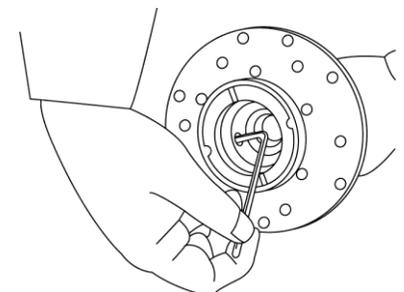

Figure 13
6. Para desensamblar el impulsor y el ensamble de la cápsula magnética, gire los pines de bloqueo 90 grados en sentido antihorario usando un destornillador de pala y luego empujelo hacia el interior del impulsor. [Fig. 12] Si es difícil de empujar hacia afuera, golpee ligeramente el extremo del mango del destornillador. Si no se puede usar el destornillador debido a que la ranura del pin estuviera machucado, gire el pin desde el interior de la cápsula magnética usando una llave hexagonal. [Fig. 13] Cuando lo haga, gire la llave en sentido horario. Después de girar el pin, empujelo desde el exterior usando un destornillador o un botador.